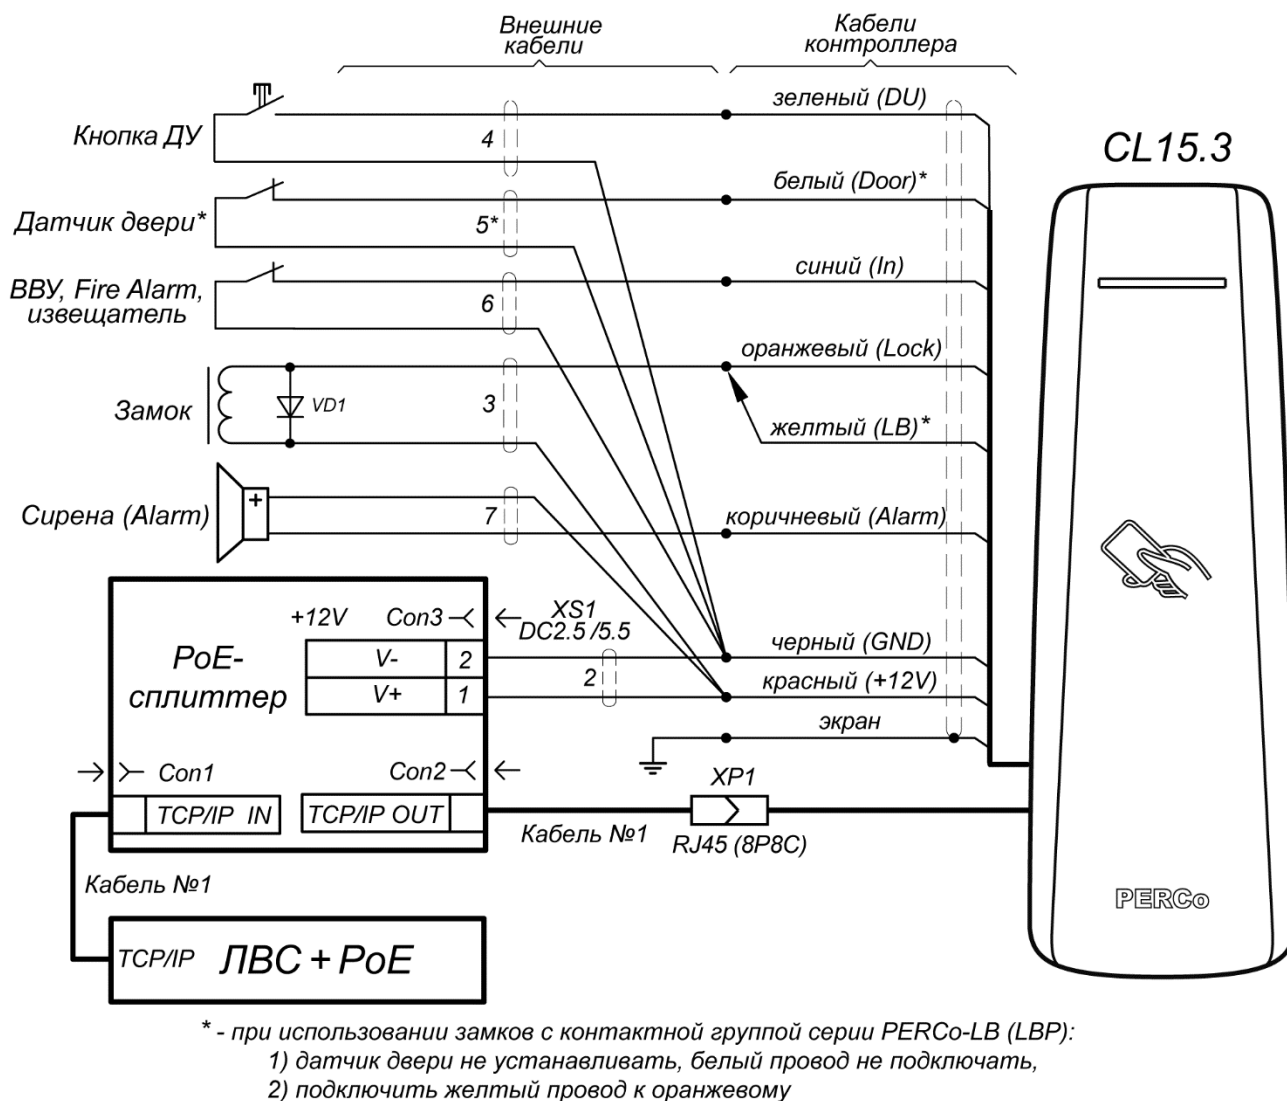

Рисунок 12. Схема подключения контроллера через PoE-сплиттер
3. Подключите цепи питания контроллера к разъему **Con3** сплиттера. Схема подключения приведена на рис. 12 (остальные подключения – см. схему на рис. 3 - 10, штекер для подключения к разъему входит в комплект поставки сплиттера).